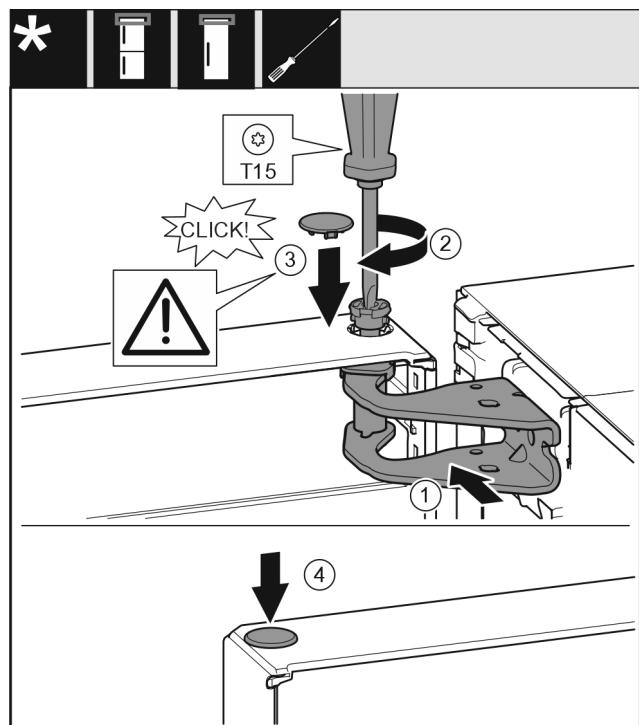

Fig. 19
- ▶ Dveře nahore vyrovnejte s otvorem ve stojanu ložiska. Fig. 19 (1)
- ▶ Vložte čep a pevně jej utáhněte šroubovákem T15. Fig. 19 (2)
- ▶ K zajištění dveří namontujte bezpečnostní kryt: Bezpečnostní kryt nasadte a zkонтrolujte, zda přiléhá na dveře. V opačném případě čep zcela zasuňte. Fig. 19 (3)
- ▶ Vložte zátku. Fig. 19 (4)